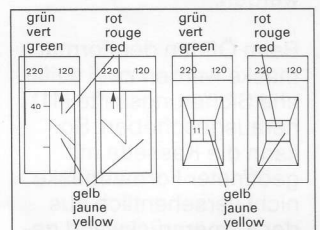

Fig. 15
7.2. Film transportieren (14), bis kein Widerstand mehr spürbar ist. Auf Messband/Messtrommel erscheint gelber Bereich (= Ende Papiernachspann) (Fig. 15).
7.2. Continue winding the film (14) until there is no more resistance. The yellow section appears on the metering strip/frame counter (= end of the backing paper) (fig. 15).
7.2. Avancer le film (14), jusqu'à ce qu'il n'y ait plus aucune résistance. Sur le ruban/tambour de mesure, la zone jaune apparaît (= fin de l'amorce) (fig 15).